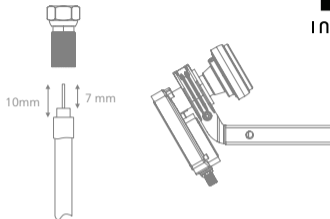

Fig. 4
2. Entfernen Sie die Isolierung vom Koaxialkabel und schrauben danach den F-Stecker* auf das Kabelende (Abb. 4).